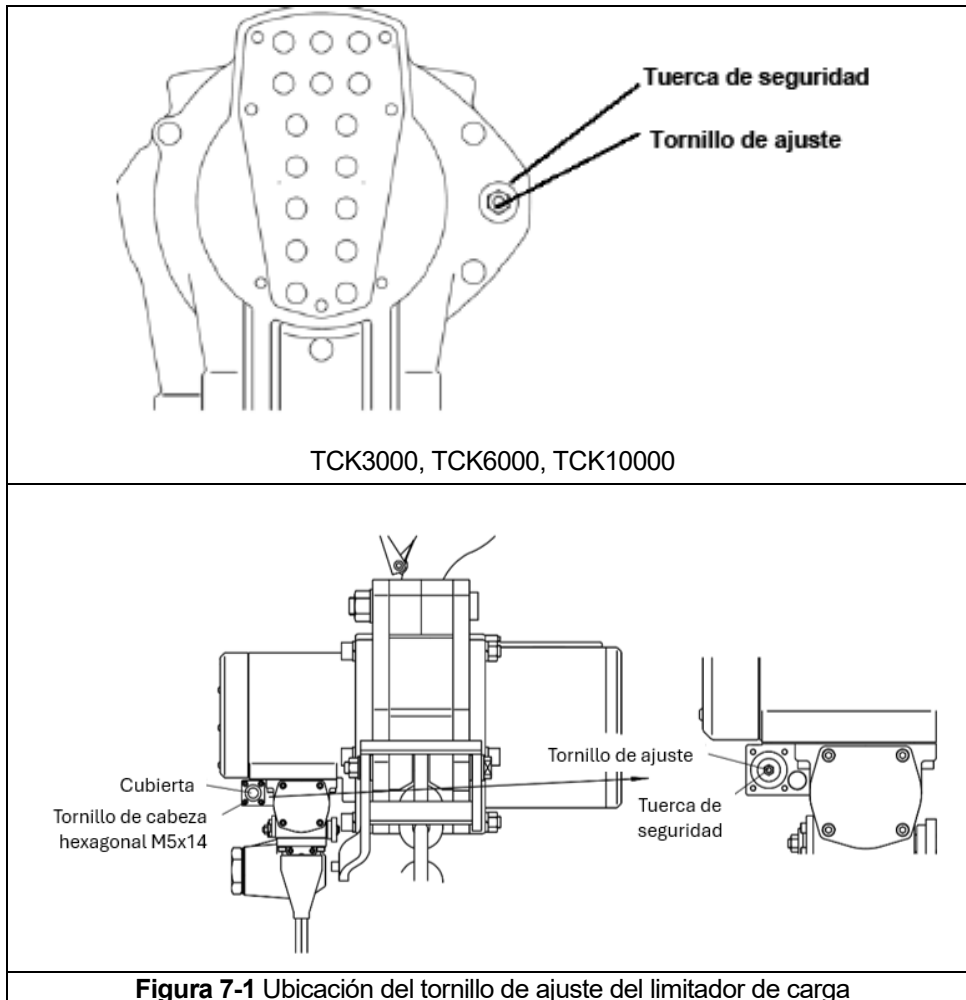

Figura 7-1 Ubicación del tornillo de ajuste del limitador de carga
- d. Para el procedimiento de ajuste: OUT significa la dirección en sentido contrario de las manecillas del reloj (CCW) e IN significa la dirección en sentido de las manecillas del reloj (CW).
- 2) Consulte la Figura 7-1. Afloje la contratuerca y gire lentamente el tornillo de ajuste HACIA FUERA hasta que esté flojo y ya no esté en contacto con el resorte limitador de carga interno, ya que esto ocurre, el tornillo debería ser más fácil de girar. Deje de girar el tornillo una vez que esté flojo y sea más fácil de girar.